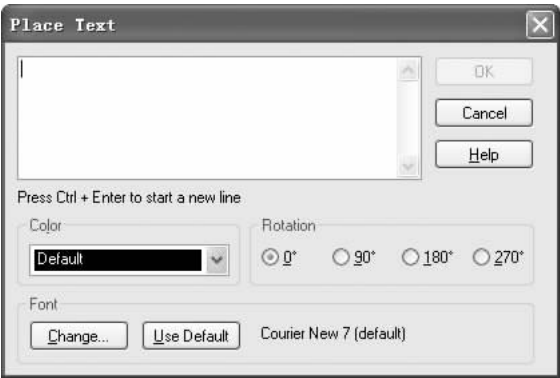
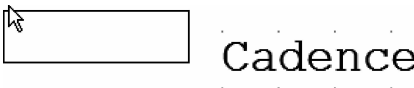

图 6-102 文本属性设置对话框
图 6-103 文本的放置
- 2. 启动放置文本命令后，弹出如图 6-102 所示的“Place Text（放置文本）”对话框，单击“OK（确定）”按钮后，光标上带有一个矩形方框。移动光标至需要添加文字说明处，单击鼠标即可放置文本字。如图 6-103 所示。